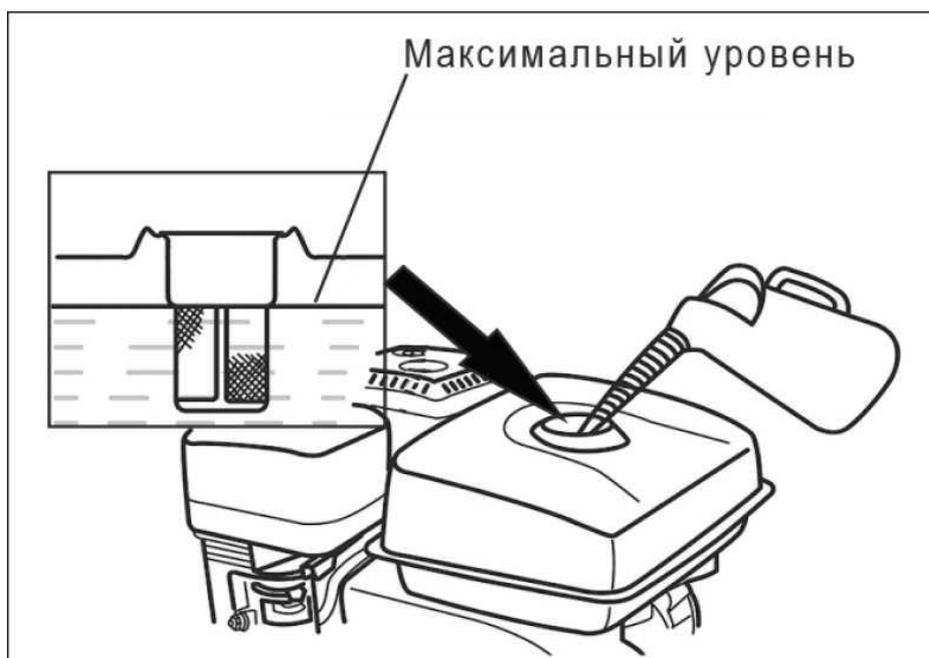

Рис. 2
2. Не заполняйте топливный бак полностью. Заливайте бензин в топливный бак до уровня примерно на 25мм ниже верхнего края заливной горловины, чтобы оставить пространство для теплового расширения топлива. После заправки топливного бака убедитесь в том, что пробка заливной горловины закрыта должным образом. Максимальный уровень топлива показан на Рис. 2.